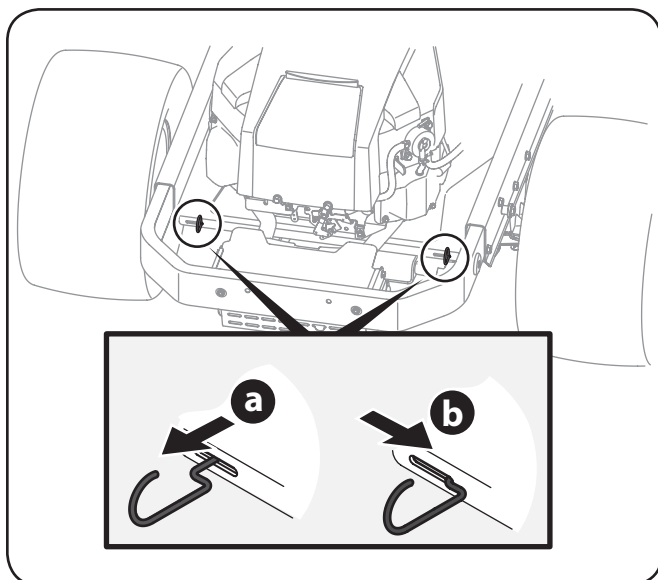

Figura 3-1
1. Enganche las varillas de derivación de la transmisión, una a cada lado del tractor, para mover el tractor manualmente sin ponerlo en marcha. Las varillas de derivación de la transmisión están ubicadas en la parte trasera del tractor, justo en el interior de las ruedas traseras. Enganche las varillas de derivación tirando de cada una hacia afuera (a) y hacia la derecha (b) para trabarlas en su lugar. Vea la Figura 3-1.
2. Después de mover el tractor, desenganche las varillas de derivación invirtiendo los pasos a y b. Vea la Figura 3-1.